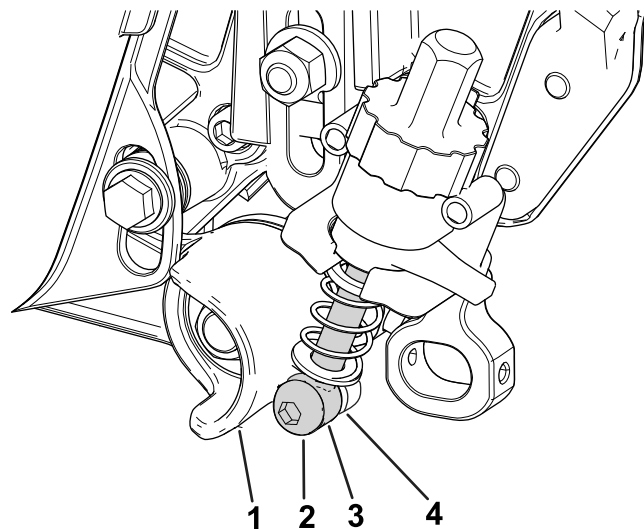

Figura 13
- Aliniați tija ansamblului braului de reglare lângă colierul de reglare de pe ansamblul rolei de ghidare i fixai-o de colier cu un urub cu umăr i o aibă călită (Figura 13); strângeți urubul cu umăr la 16 – 22 Nm.